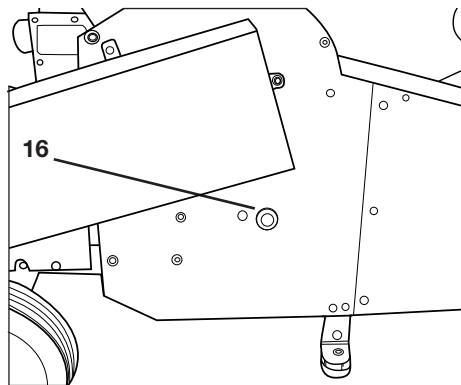

Bild 12
Lösen Sie die Sechskantmutter (16) (SW 13) auf der gegenüberliegenden Seite des Schredders und nehmen Sie die Führungsbuchse heraus (siehe „Bild 12“).
Setzen Sie die Führungsbuchse auf der gegenüberliegenden Seite wieder auf den Verstellhebel (17) und schrauben Sie die Sechskantmutter (16) (SW 13) fest (siehe „Bild 12“).